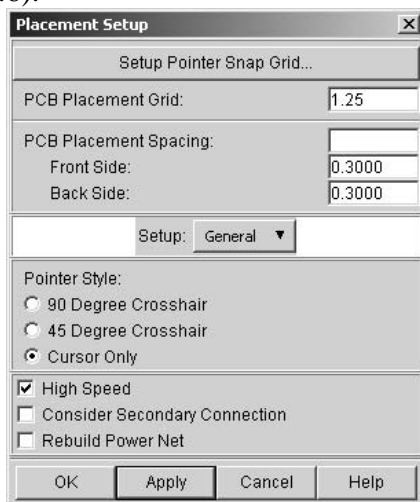

Рис.9.4.6
• Для задания сетки размещения и величины зазоров установить программу в режим **Place Mode** и выполнить команды **Autoplace/Setup**. Откроется диалог **Placement Setup**, в котором в поле **PCB Placement Grid** ввести 1.25, а в поле **PCB Placement Spacing** – 0.3. Нажать **Apply** и щёлкнуть ОК (рис. 9.4.6).